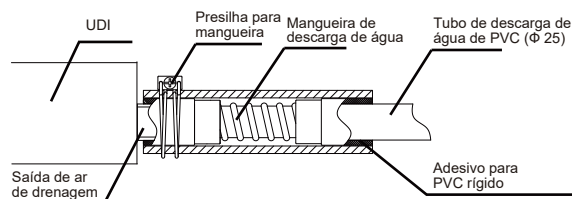

Figura 15
3. Use o revestimento de isolamento para tubulação de descarga de água (acessório) para juntar os tubos de sucção e descarga de água da unidade interna (especialmente a parte interna) e use a abraçadeira flexível para juntar com firmeza a tubulação de descarga de água (acessório) e garantir que o ar não entre e forme condensação. Consulte a Figura 15.